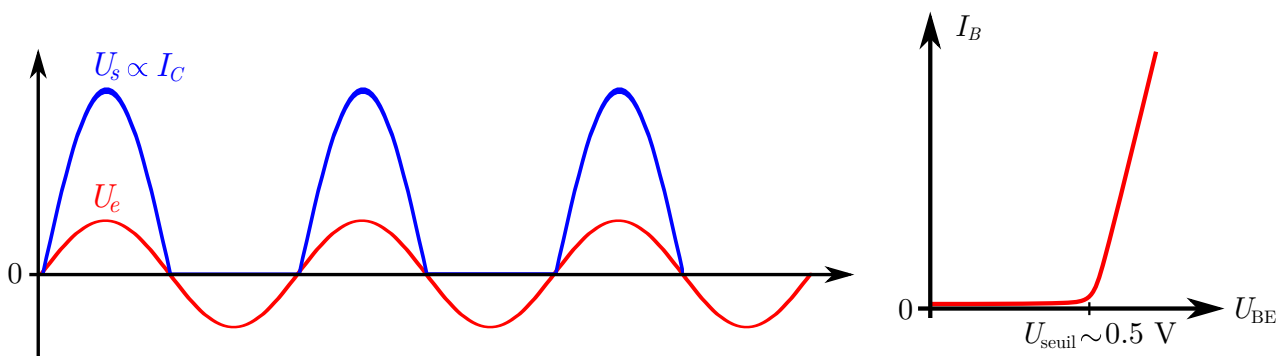

FIGURE 5 – Courant amplifié par un transistor NPN.
- **Manip d'illustration** : on remplace l'alimentation variable fournissant $U_e = c^{st}$ par un GBF, de sorte à fournir à l'entrée du circuit un courant I_B sinusoïdal de 300 Hz. On visualise à l'oscilloscope la tension U_s aux bornes de la résistance R_p à l'aide d'une sonde différentielle³, qui est directement proportionnelle à I_C . On constate qu'un transistor NPN n'amplifie que les courants positifs, comme indiqué figure 5. En effet, la jonction base-collecteur d'un transistor NPN n'est rien d'autre qu'une jonction PN, c'est à dire qu'une diode qui ne laisse passer que dans un seul sens le courant.